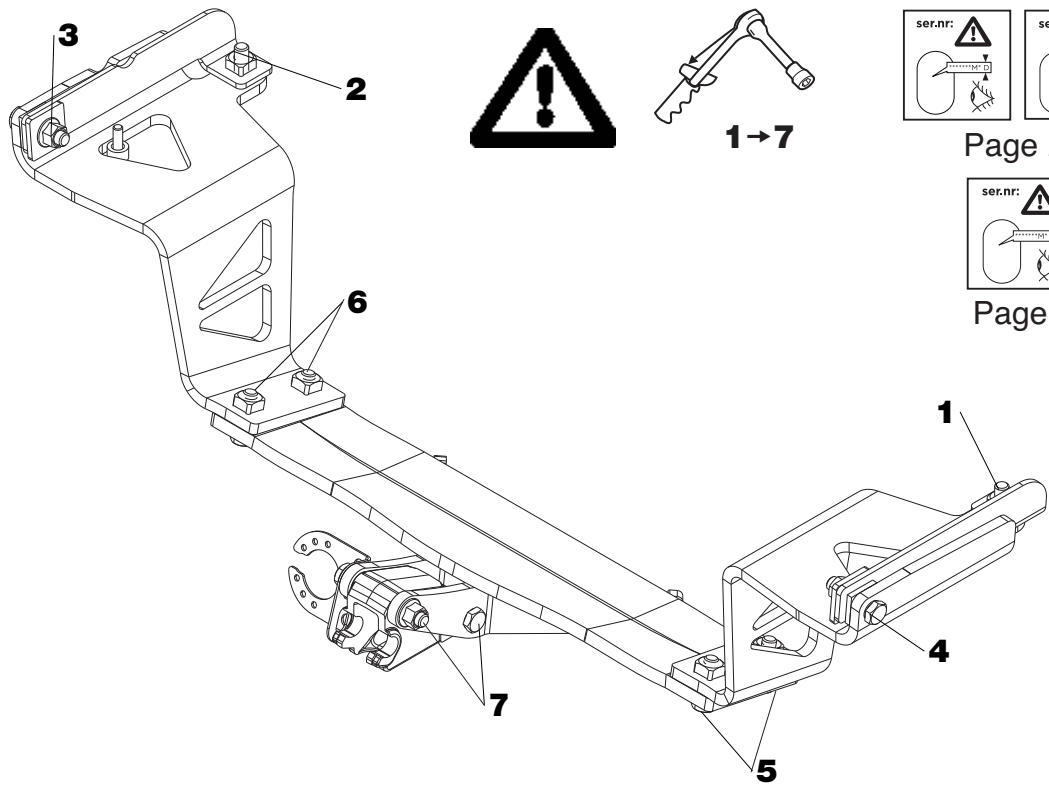

Fig. 4
11. Затянуть все болты и гайки в соответствии со значениями, указанными на рисунке. См. рисунок 4.